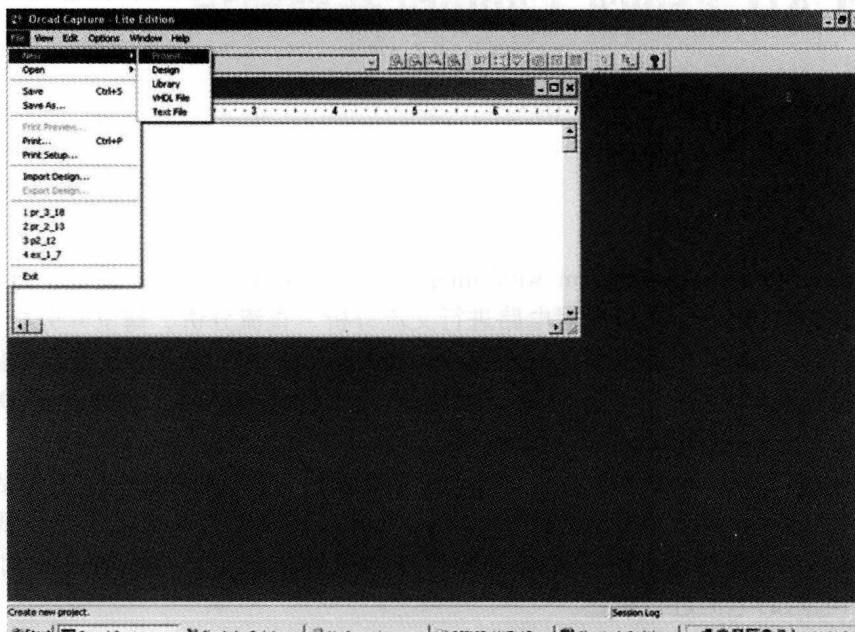

图 1.1 OrCAD Capture 启动界面
按照如下步骤利用 PSpice 绘制电路并进行仿真分析：①建立电路；②对电路进行仿真；③打印或绘制结果。创建仿真电路时，首先从 Capture 菜单中选择“File/New/Project”，如图 1.1 所示。在项目对话框中选择“Analog or Mixed A/D”，然后输入项目名称和地址，该仿真项目的所有文件都将存储在该文件夹下。OrCAD 以“.opj”为文件扩展名。在“New Project”对话框中选择“OK”，然后在“Create PSpice Project”对话框中选择“Create a blank project”完成仿真工程的创建，具体步骤如流程 1.1 所示。